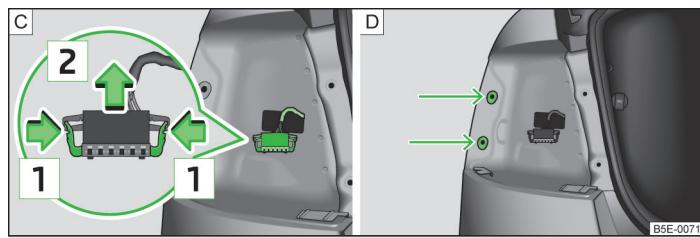

Fig. 230 Montar el conector de la lámpara / lámpara
- » Presione ambos enclavamientos en el conector en el sentido de la flecha  » fig. 230 - C.
- » Introduzca la lámpara en los alojamientos de la carrocería » fig. 230 - D.